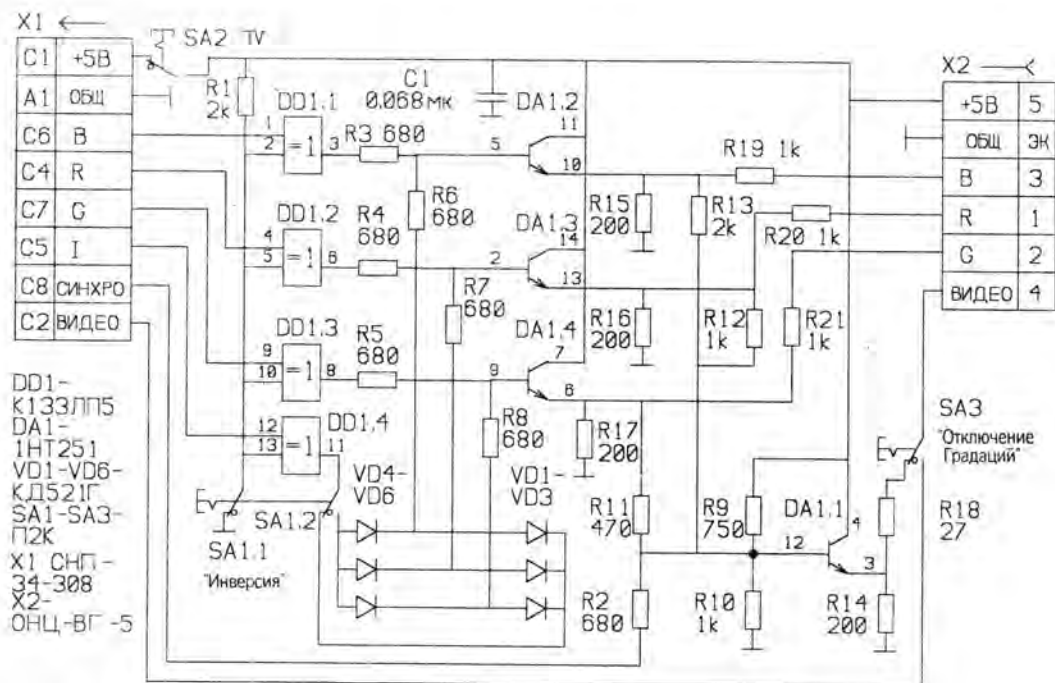
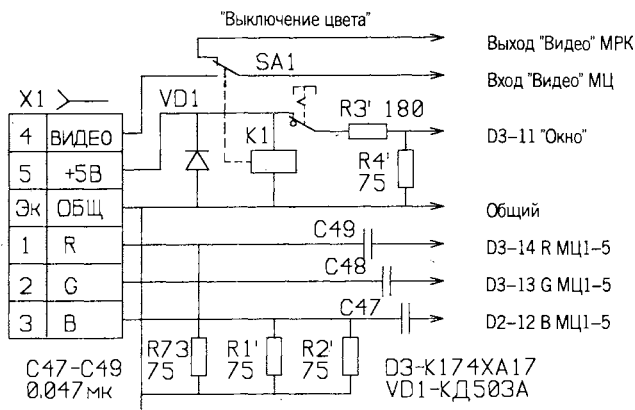

Рис. 1
Рис. 2
Принципиальная схема приставки приведена на рис. 1. В нее входит узел инвертирования входных сигналов на микросхеме DD1, делитель напряжения на резисторах R3—R8 и диодах VD1—VD6, сумматор сигналов R, G, B и «Синхро» для получения пол-
Подключение приставки к цветному телевизору с прямыми сигналами R, G, B рассмотрим на примере телевизора марки «Горизонт Ц261» (2УСЦТ-61-11). В этом телевизоре установлен модуль цветности МЦ-1-5, в составе которого используется микросхема K174XA17. Изменения в схеме телевизора приведены на рис. 2.
Для подключения приставки необходимо выломать пластмассовую заглушку на передней панели блока регулировок и установить разъем типа ОНЦ-ВГ-5 (X1 на рис. 2). Доработка телевизора сводится к следующему:
- отпаять один вывод конденсаторов C47, C48 от резистора R73 (обозначения по схеме МЦ-1-5) и подключить дополнительные резисторы R1' и R2' (их можно установить непосредственно на разъеме X1, рис. 2, или на плате МЦ-1-5);
- подпаять резистор R3', соединив его левый по схеме вывод со свободной контактной группой выключателя цвета (SA1 на рис. 2), установленного на резисторе регулировки цветовой насыщенности блока регулировок;
При включенном компьютере и нажатой кнопке SA2 (см. рис. 1) напряжение +5 В поступает на обмотку реле K1 (рис. 2). Контакты реле замыкают стандартную цепь прохождения видеосигнала с выхода модуля радиоканала на вход модуля цветности и подключают черно-белый видеосигнал от ЛК. Если в самом телевизоре цвет отключен, то контакты выключателя цвета SA1 разомкнуты и на экране телевизора черно-белое изо-